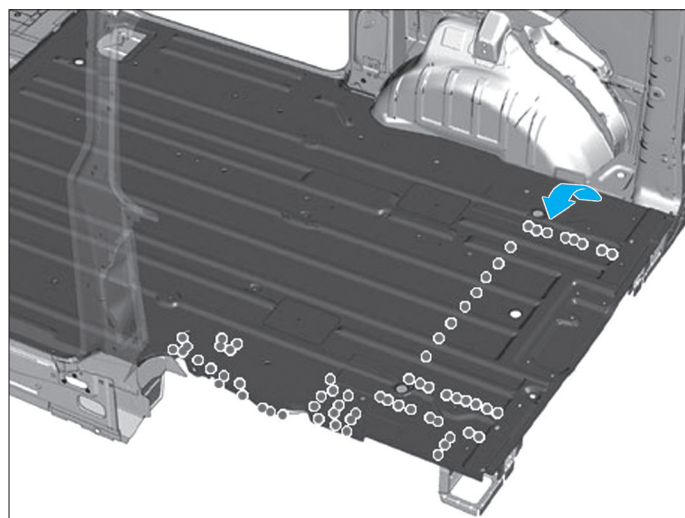

FIG. 95
- Souder par points électriques (Fig.95).